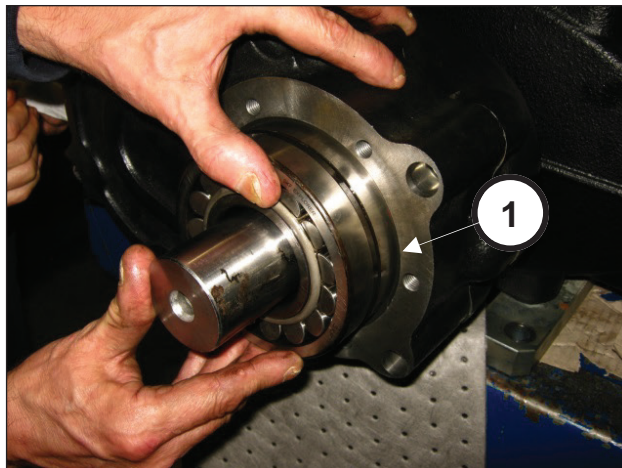

Abb. 74
Setzen Sie das Lager 60x130x46 am Ritzel ein (Pos. ①, Abb. 74).